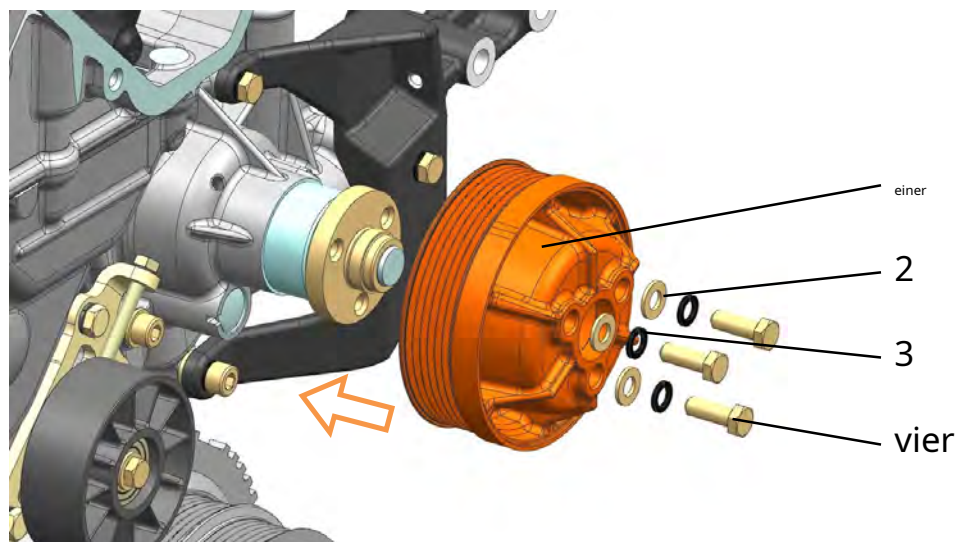

Abb. 169. Einbau der Wasserpumpenriemenscheibe:
17. Wasserpumpenriemenscheibe 1 (Abb. 169) einbauen und mit Schrauben 4 s. befestigen Unterlegscheiben 2 und Federscheiben 3, die Schrauben mit einem Drehmoment anziehen 13,7 ... 17,7 N·m (1,4 ... 1,8 kgf·m).